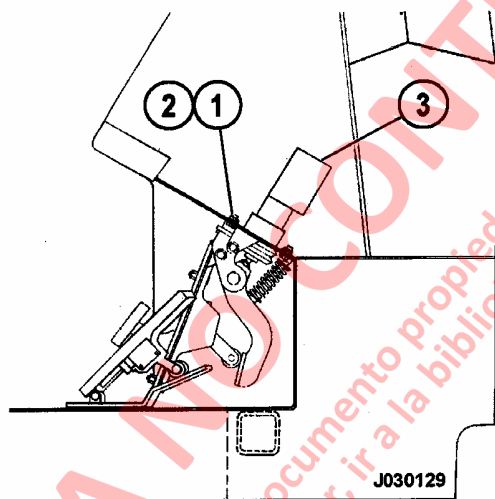

FIGURA 3-2 DESMONTAJE DE LA VALVULA DE FRENOS
6. Retire los pernos (1, Figura 3-2) y las golillas de seguridad (2) que aseguran el conjunto de la válvula de frenos (3) a la estructura de montaje.
1. Coloque el conjunto de la válvula de frenos (3, Figura 3-2) en posición en la cabina y asegure en su lugar con pernos (1) y golillas de seguridad (2). Apriete los pernos con torque estándar.